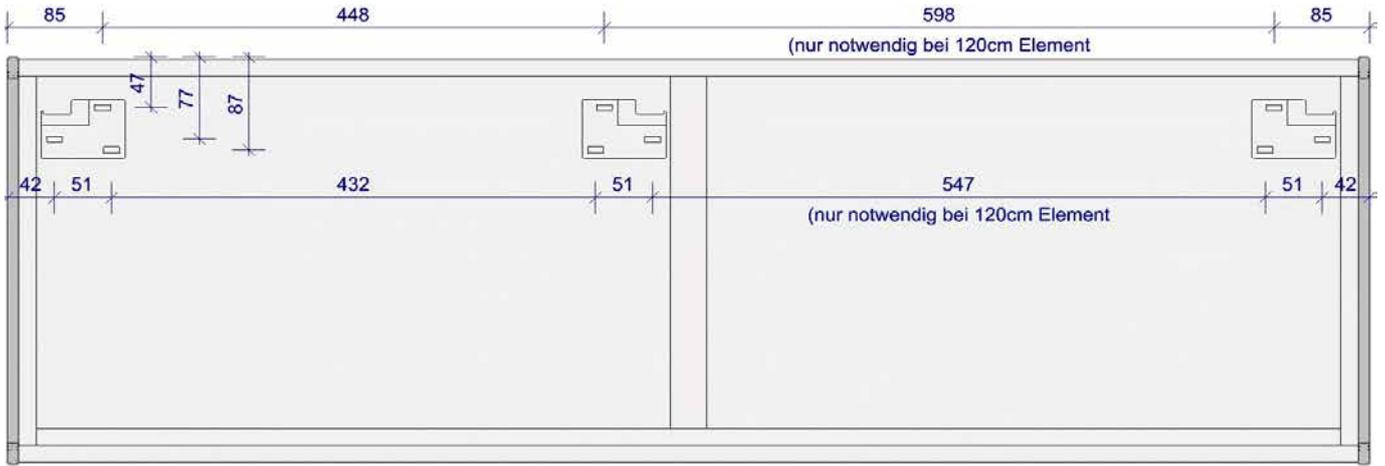

Abbildung 2: Bohrmaße für Hängetypen mit Aufsatz (JOOP! Frames Top)
**2.** Bohrmaße für Aufhängeschienen gemäß Abb. 1 oder Abb. 2 an die Zimmerwand übertragen. Bohrung  $\varnothing$  8mm in das Mauerwerk bohren und Dübel  $\varnothing$ 8 x 40 mm (Teil-Nr. 50801) einsetzen. Aufhängeplatte (Teil-Nr. 50427) mit 3x Schraube  $\varnothing$ 5 x 50 mm (Teil-Nr. 00055) anschrauben.